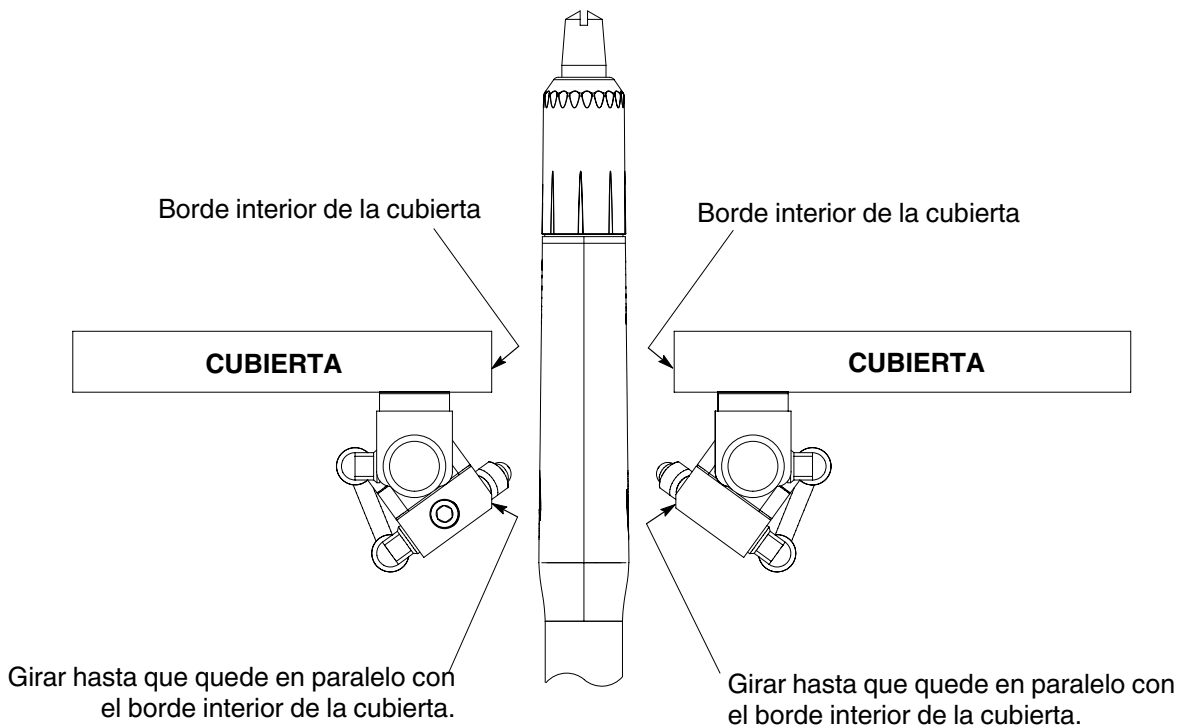

Figura 6 Alinear el distribuidor con respecto al borde de la ranura de pistola en la cubierta
2. Girar el distribuidor para que su borde biselado esté en paralelo con el borde interior de la ranura de pistola en la cubierta, tal y como se muestra en la figura 6. Apretar los tornillos de las abrazaderas M6 para fijar el distribuidor donde corresponde.